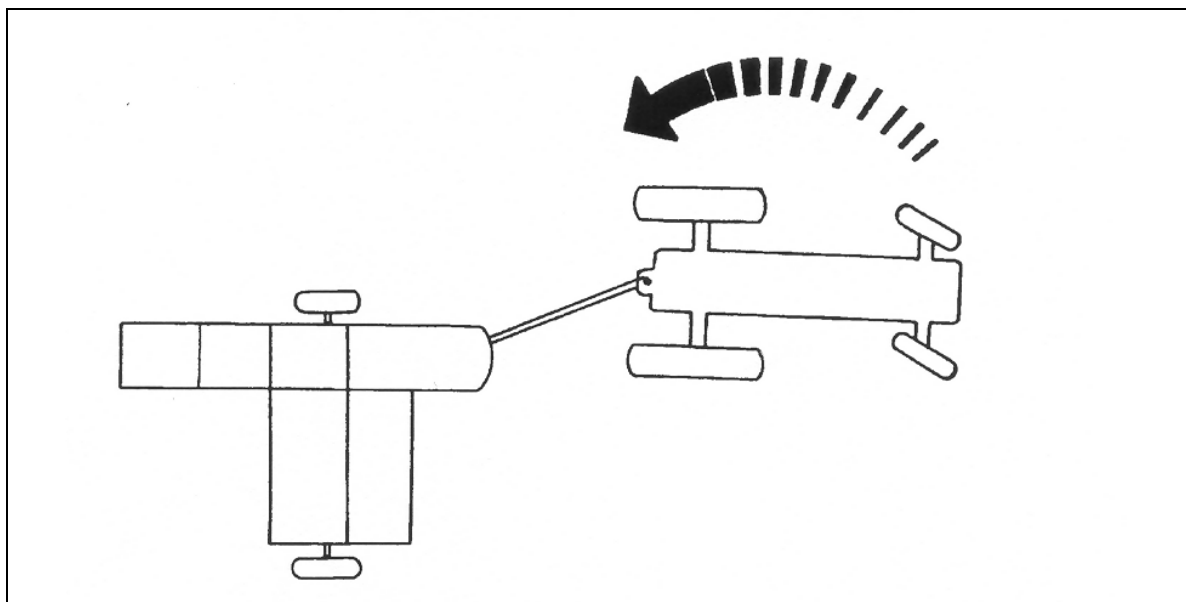

Рис. 9 Изменение положения пресс-подборщика в транспортное.
- Передние колеса трактора направить вправо Рис. 9 . Разблокировать дышло с помощью троса и ехать назад до тех пор, пока блокирующий штырь дышла не войдет в транспортное отверстие в корпусе пресс-подборщика.